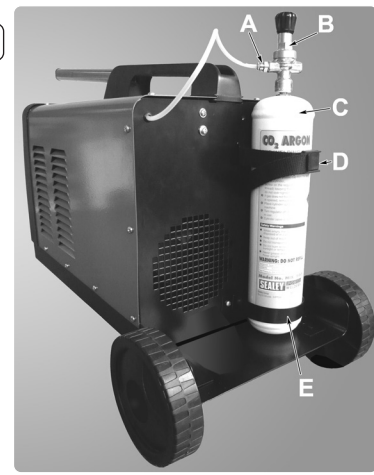

fig.3
4.2. MOUNTING THE GAS CYLINDER See fig.3.